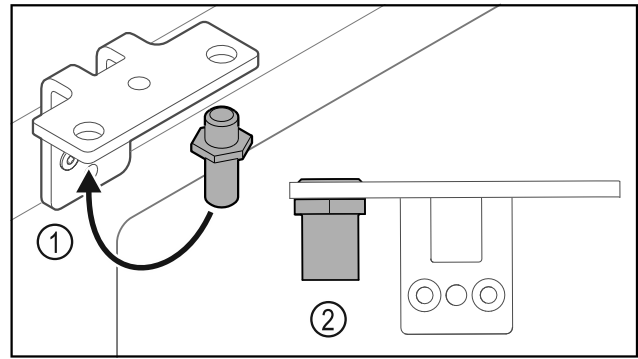

Fig. 31
- ▶ Переставьте палец Fig. 31 (1) в шарнирном уголке.
- ▶ Затяните палец Fig. 31 (2) с **моментом 12 Нм**.